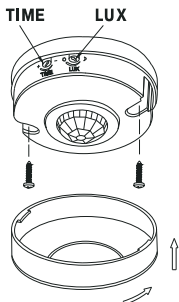
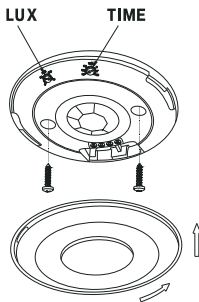

Рисунок 11 – Датчик движения ДД-025, ДД-027
Рисунок 12 – Датчик движения ДД-026
– Повернуть против часовой стрелки защитную крышку датчика. Снять крышку (рисунок 11, рисунок 12).
– Установить датчик на опорную поверхность (потолок, стена) и закрепить его через два отверстия в корпусе винтами самонарезающимися (рисунок 11, рисунок 12).